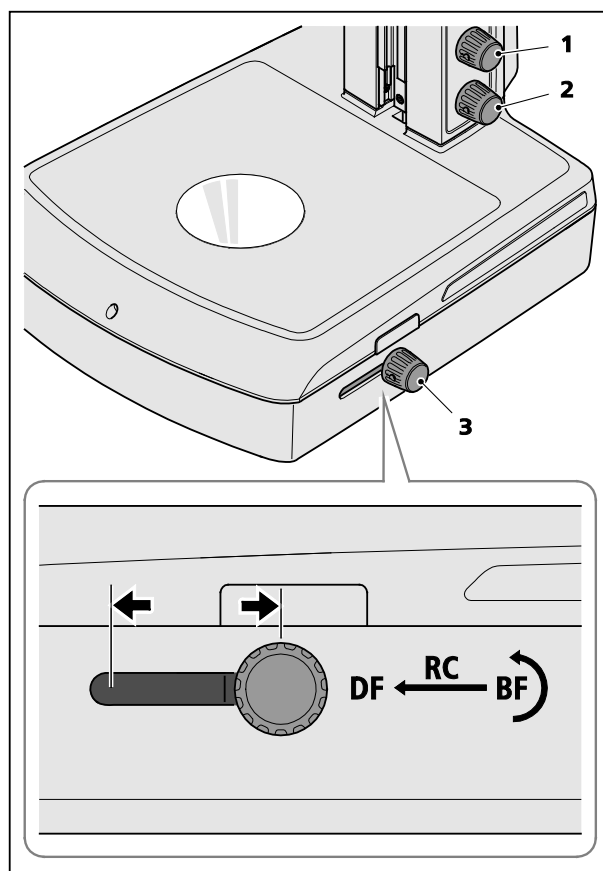

Bild 5 Durchlichteinheit bedienen
- Durch Drücken des unteren Drehknopfes (Bild 5/2) die Durchlichtbeleuchtung einschalten und durch Drehen die Beleuchtungsintensität einstellen.
- Zur Einstellung einer Durchlicht-Hellfeldbeleuchtung den Dreh-/Schiebeknopf (Bild 5/3) in die hintere Stellung (BF) schieben.
- Zur Einstellung einer seitlichen Durchlicht-Dunkelfeldbeleuchtung den Bedienknopf (Bild 5/3) in die vordere Stellung (DF) schieben.
Durch Verschieben des Dreh-/Schiebeknopfes (Bild 5/3) in eine mittlere Position (RC) und zusätzliches Kippen des Spiegels wird eine Schräglichtbeleuchtung erzeugt, die Strukturen ungefärbter Objekte im Reliefkontrast sichtbar macht.
Durch Drücken/Drehen des oberen Beleuchtungsknopfes (Bild 5/1) kann dem eingestellten Durchlicht variabel Auflicht hinzugemischt werden.